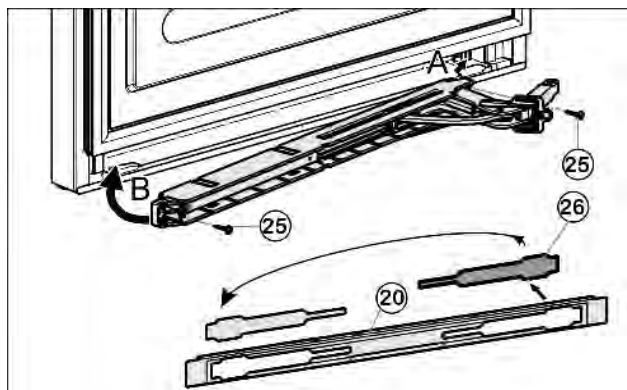

Fig. 15
- Освободите крышку Fig. 15 (26) из накладки Fig. 15 (20) и снова установите её на другой стороне.
- Прикрутите (2 шт. Torx 15) Fig. 15 (25) узел амортизатора закрытия дверцы.